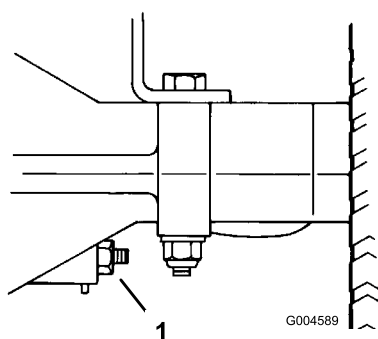

Figura 33
2. Para aumentar la resistencia del freno, apriete la tuerca de ajuste del freno (Figura 33) 1/8 de vuelta en el sentido de las agujas del reloj.